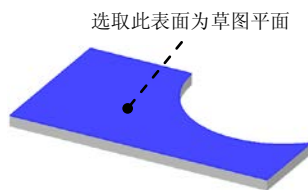

图 3.1.9 选取草图平面
(1) 选取草图平面。在系统提示“单击某个平的面或参考平面”的提示下，选取图 3.1.9 所示的模型表面作为草图平面，进入草图绘制环境。